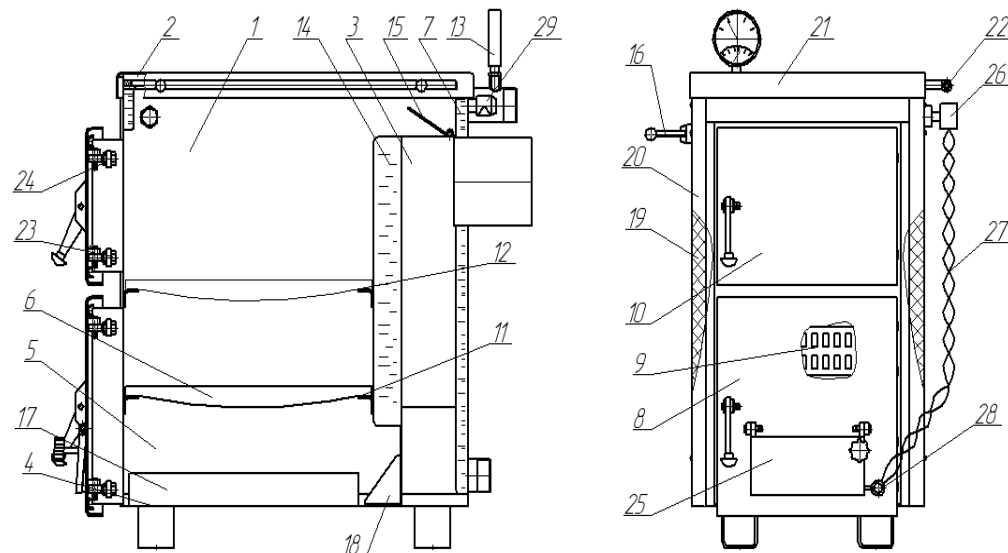

Рис. 1. Апарат комбiнований твердопаливний водогрiйний АКТВ
- відкрити заслінку розпалу 15 повернувши ручку 16 до верху і витягнувши на себе. Через дверцята топки 9 (рис.1) провести розпал апарата, після чого їх закрити.